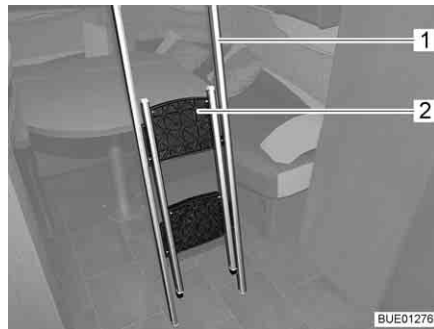
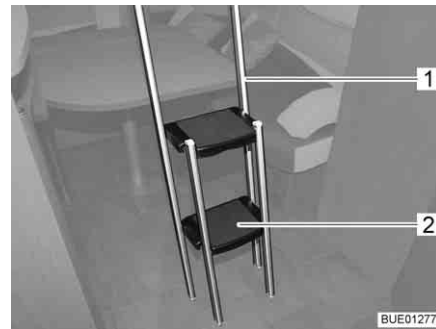

Bild 107 Aufstiegsleiter, eingeklappt
Bild 108 Aufstiegsleiter, ausgeklappt
- Aufstiegsleiter (Bild 106,5 bzw. Bild 107,1) mit den beiden Bügeln (Bild 106,4) in die Griffleiste (Bild 106,3) am Hubbett einhängen.
- Den eingeklappten Teil (Bild 107,2) der Aufstiegsleiter am oberen Rand fassen und herausklappen, bis alle vier Füße sicher auf dem Boden stehen (Bild 108).
- Trittstufen (Bild 108,2) einklappen.
- Aufstiegsleiter (Bild 108,1) aus der Griffleiste am Hubbett aushängen.